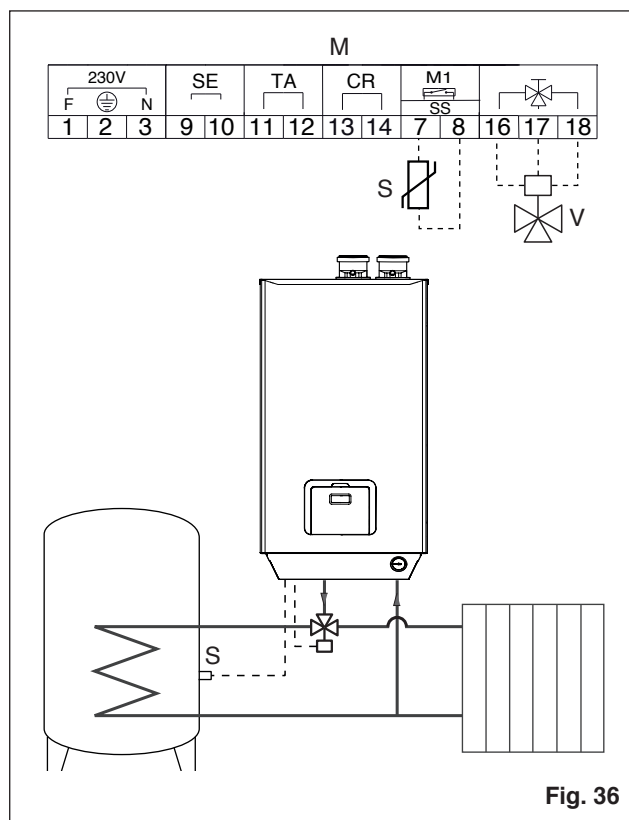

Fig. 36
- realizați circuitul hidraulic reprezentat în Fig. 36
- conectați electric supapa deviatoare (V) la contactele 16, 17 și 18 aflate pe cutia cu borne a centralei (M)
- conectați sonda boilerului (S) furnizată ca accesoriu la contactele 7 și 8 ale cutiei cu borne a centralei (M)